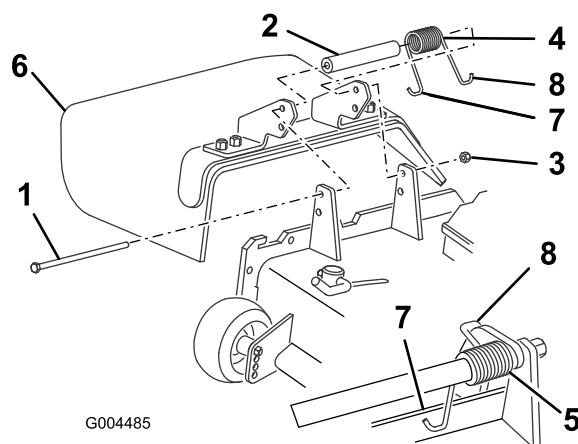

図 25
2. デフレクタをピボットブラケットに固定しているロックナット、ボルト、スプリング、スペーサを外す (図 25)。デフレクタを取り外す。
3. デフレクタのブラケットの間にスペーサとスプリングを入れる (図 25)。スプリングの左側 J 形フック部をデッキのエッジの後ろに引っ掛ける。
注 必ず、スプリングの左側 J-フックをデッキエッジの後ろに引っ掛け、それからボルトを 図 25 のように取り付けてください。
4. ボルトとナットを取り付ける。スプリングの右側のフックを、デフレクタに引っ掛ける 図 25。